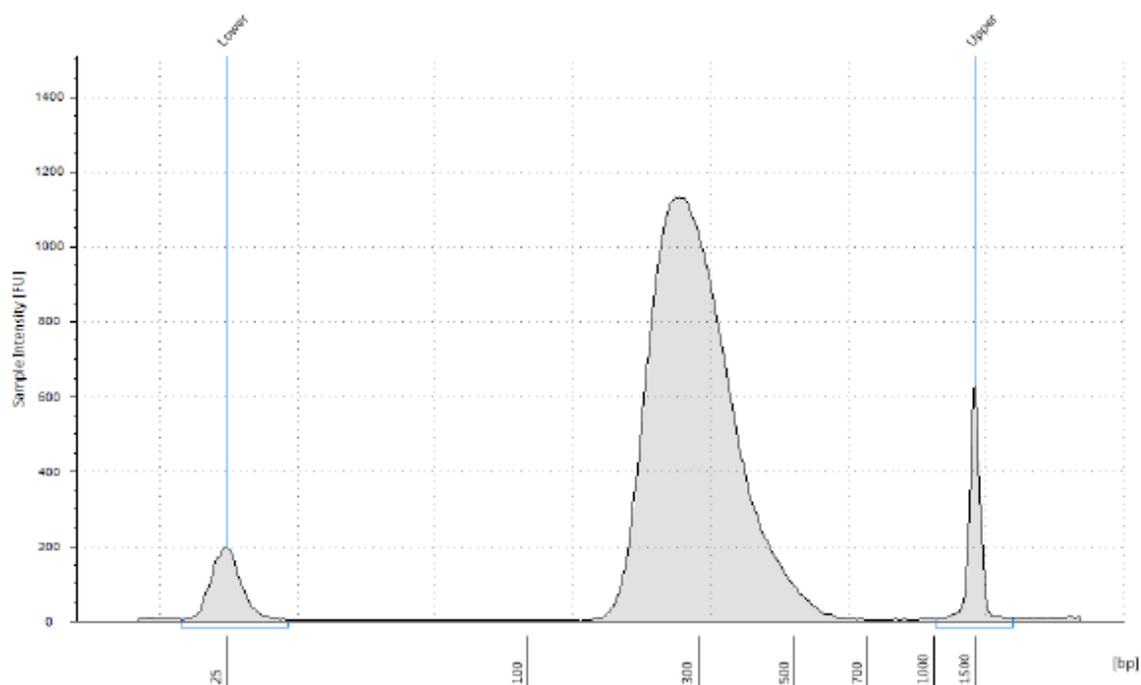

図 9 増幅されたアダプター付き DNA ライブラリの TapeStaton D1000 アッセイ による泳動図。
3. 結果をチェックします。図 9 の泳動図のような分布が得られ、250-275 bp 付近の位置にピークトップがあることを確認します。